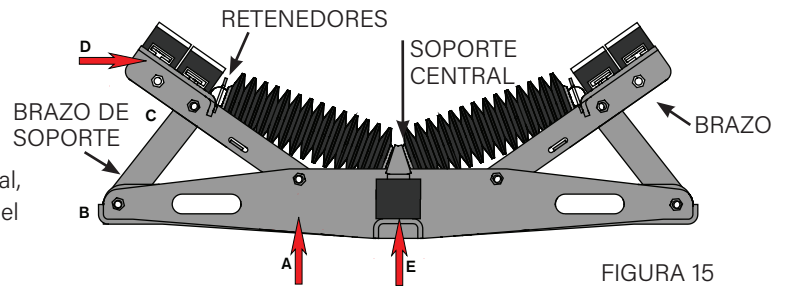

FIGURA 15
1. Retire los pernos que sostienen el soporte de los rodillos elevadores al brazo abatible del sistema de impacto. Estos pernos están cerca de C y D en la Figura 15.